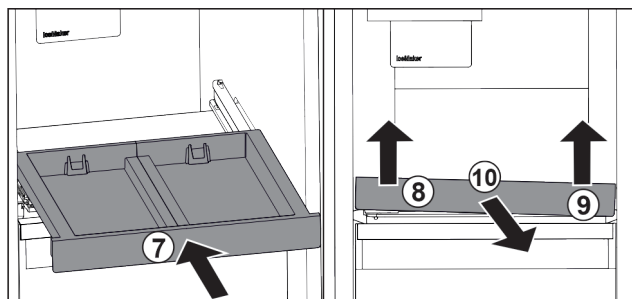

Fig. 102
- ▶ Zasuňte vysouvací přihrádku. Fig. 102 (7)
- ▶ Vysouvací přihrádku vpředu vlevo nadzvedněte. Fig. 102 (8)
- ▶ Vysouvací přihrádku vpředu vpravo nadzvedněte. Fig. 102 (9)
- ▶ Odeberte vysouvací přihrádku směrem dopředu. Fig. 102 (10)